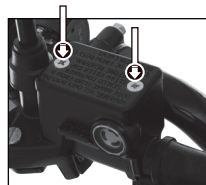

Imagen 24. Completar el nivel de líquido de freno delantero.
- Retirar los dos tornillos de la tapa. Ver imagen 24.